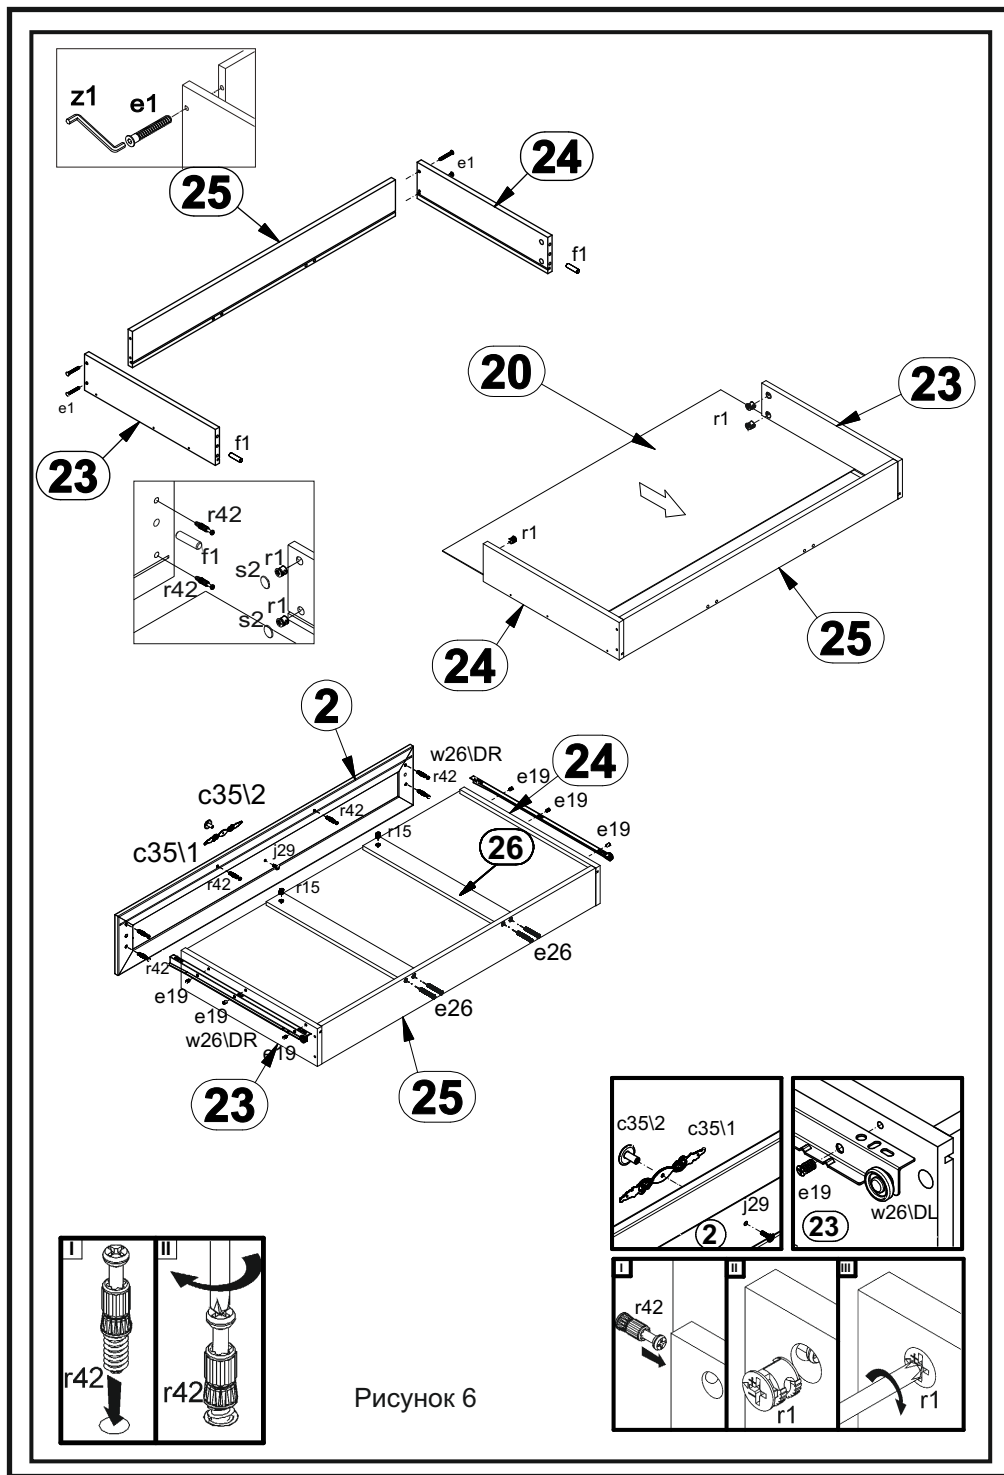

Рисунок 6
17. В отверстия $\varnothing 8$ мм на передних краях стенок боковых ящиков **23** и **24** вбить деревянные шканты **f1** (см. рис. 6). **ВНИМАНИЕ!** В случае, если шкант выступает из отверстия более, чем на **10 мм**, его необходимо укоротить, т.к. возможно повреждение деталей.
18. В отверстия $\varnothing 15$ мм на внутренних поверхностях стенок боковых ящика **23, 24** вставить стяжки эксцентрикковые **r1** (см. рис. 6).
19. В отверстие $\varnothing 12$ мм фиксаторов дна ящиков **26** вставить стяжки эксцентрикковые **r15** (см. рис. 6).